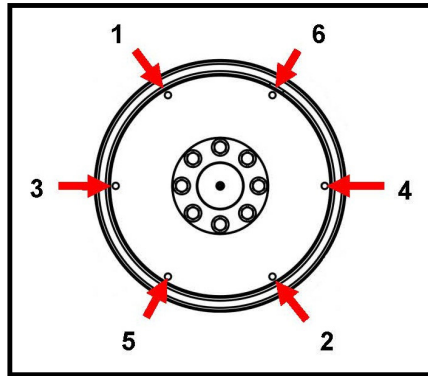

FIGURA 22. SECUENCIA DE FIJACIÓN
10. Apriete los pernos para fijar el disco de acoplamiento al volante, en la secuencia que se muestra en Figura 22 en la página 40.